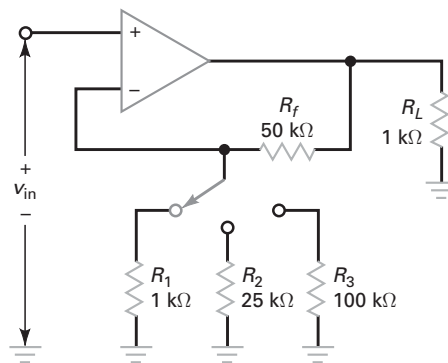

Figura 17-22
17-24 Na Figura 17-22, qual o ganho de tensão do amplificador para cada posição da chave?
17-25 Na Figura 17-22, qual a tensão de saída para cada posição da chave se a tensão de entrada for de 10 mV?
17-26 Um 741C com $A_{VOL} = 100.000$, $R_{in} = 2$ M Ω e $R_{out} = 75$ Ω é usado na Figura 17-22. Quais são as impedâncias de entrada e saída em malha fechada para cada posição da chave?
- 17-27** Um 741C com $A_{VOL} = 100.000$, $I_{in(bias)} = 80 \text{ nA}$, $I_{in(off)} = 20 \text{ nA}$, $V_{in(off)} = 1 \text{ mV}$ e $R_f = 100 \text{ k}\Omega$ é usado na Figura 17-22. Qual a tensão de *offset* de saída para cada posição da chave?